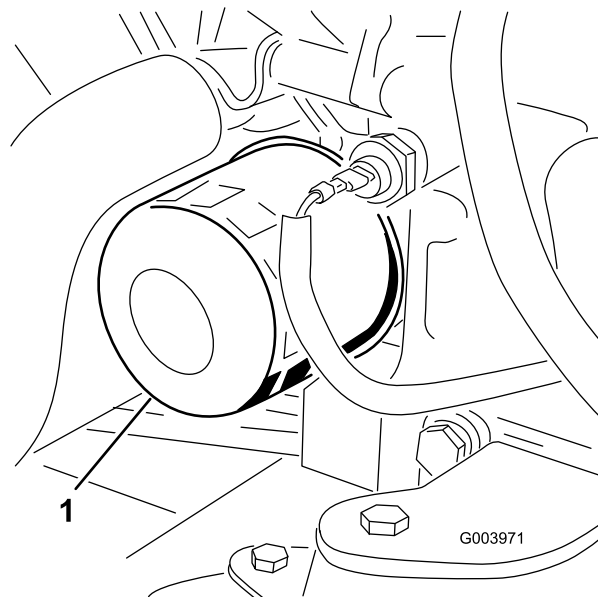

Figura 61
3. Togliete il filtro dell'olio (Figura 61).